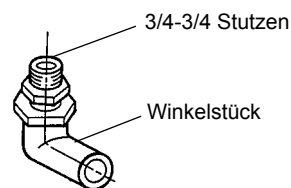

Abb. 6
- 3) Verbinden Sie den 3/4-3/4 Stutzen (Zubehör) wie gezeigt (Abb. 6) mit dem Winkelstück (Zubehör). P.T.F.E.-Band und/oder ein geeignetes Dichtmittel sind zu verwenden, um eine dichte Verbindung zu erhalten.